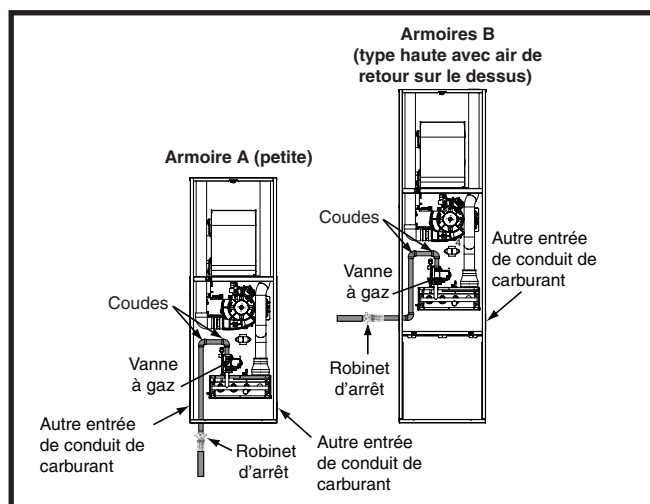

Figure 18. Raccords de gaz typiques
- Certaines réglementations locales exigent l'installation d'un robinet d'arrêt principal manuel et d'un raccord-union de mise à la terre à l'extérieur de la fournaise, comme indiqué à la Figure 18. Le robinet d'arrêt doit être facilement accessible pour l'entretien ou l'utilisation d'urgence. Communiquez avec le service public local ou le fournisseur de gaz pour connaître les exigences supplémentaires relatives à l'emplacement du robinet d'arrêt de gaz principal.
La fournaise est installée avec une entrée de gaz à la base. Au moment de raccorder l'alimentation en gaz, prévoyez un dégagement entre la conduite d'alimentation de gaz et le trou d'entrée dans le boîtier de la fournaise pour éviter les bruits non désirés ou les dommages à la fournaise. Raccordements de gaz typiques, comme indiqué à la Figure 18.